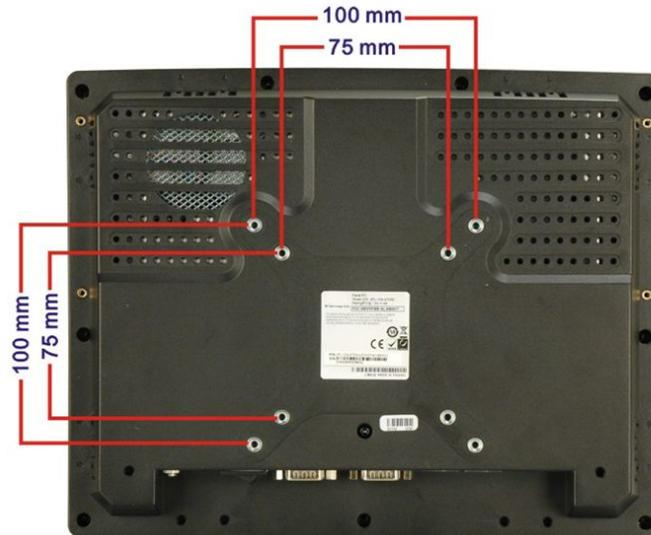

Abbildung 4-16: Schraublöcher für Haltearm-Montage
Schritt 3: Bringen Sie die Schraublöcher der VESA-Halterung mit den Schraublöchern des Touch Panel PC zur Deckung. Die Schraublöcher an der Rückseite des E2D400 sind in **Abbildung 4-16** dargestellt.